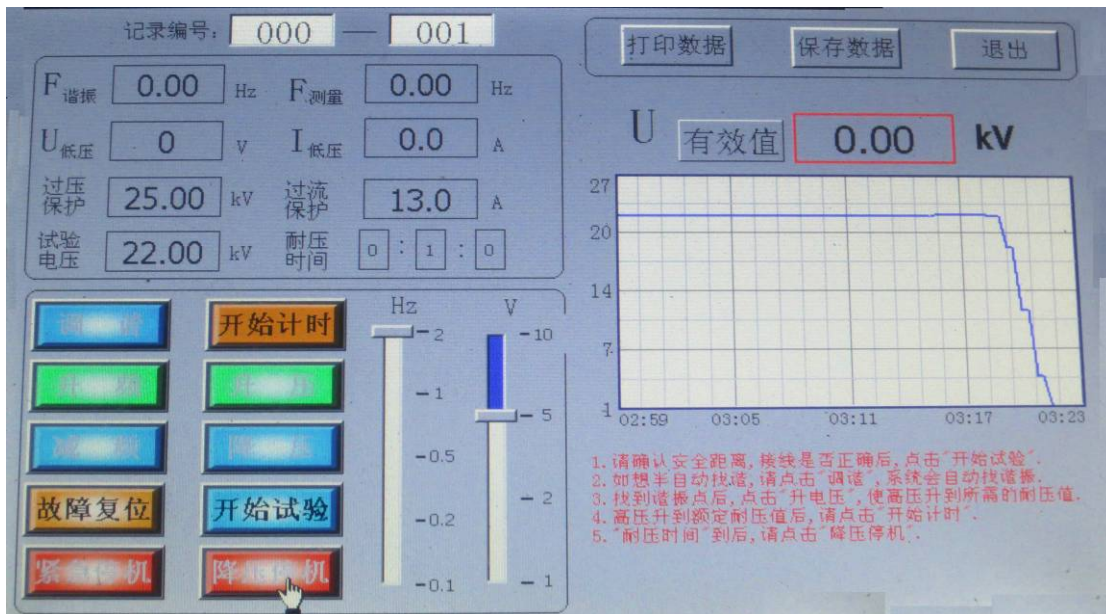

图12
- **手动试验：**当“试验参数”设置完时，点击“手动试验”，进入“手动试验”界面，显示界面如图 12 所示。